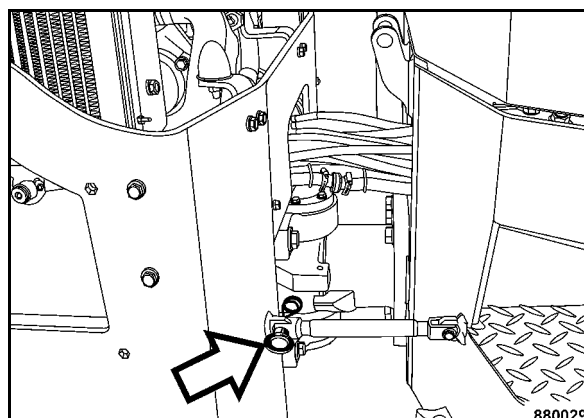

Fig. 80
- Dopo aver guidato la macchina sul mezzo di trasporto ribaltare l'asta di sicurezza (Fig. 80) dal supporto ed assicurarla con il bullone nell'occhione. Assicurare il bullone con la copiglia di sicurezza.